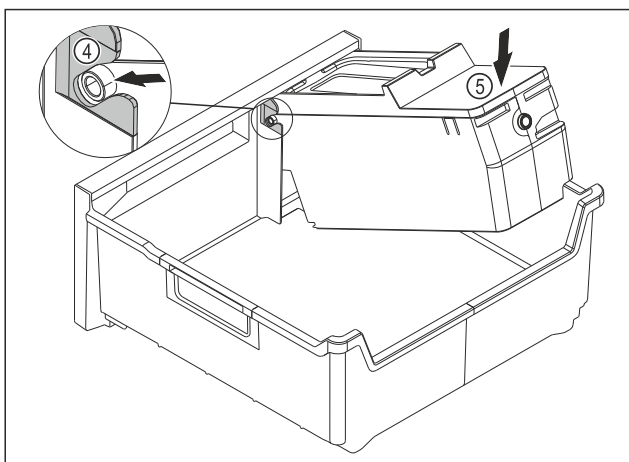

Fig. 176
- ▶ Monter hoveddelen til EasyTwist-Ice: Sett akselen til hoveddelen til EasyTwist-Ice inn i skinnene Fig. 176 (4).
- ▶ Trykk hoveddelen til EasyTwist-Ice Fig. 176 (5) bakover.